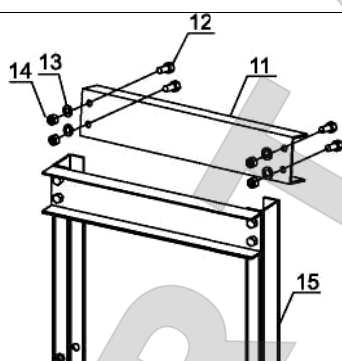

Рис. 1-3
4. Совместите отверстия на верхней балке (11) с отверстиями в верхней части стоек рамы (15) и зафиксируйте болтами (12), шайбами (13) и гайками (14). **См. рис. 1-3.**